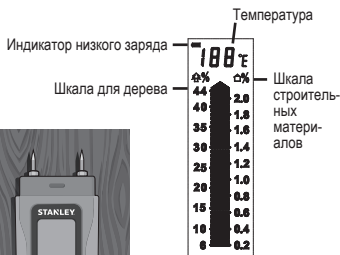

Рисунок 1
- При измерении показателей дерева прикладывайте устройство в соответствии с волокнами (рис. 1).